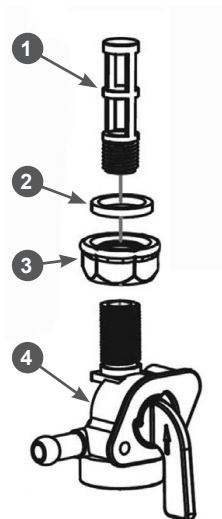

Рис. 16 Устройство топливного крана
В кране топливного бака установлен сетчатый фильтр 1 (Рис. 16). Рекомендуется не реже одного раза в течение 300 работанных часов (или 1 раз в год) производить его очистку. Одновременно с очисткой топливного фильтра необходимо промыть и очистить топливный бак от грязи и конденсата.
2. Открутите контргайку 3 на 1-2 оборота (Рис. 16).
4. Выкрутите из корпуса 4 топливного крана сетчатый фильтр 1 (Рис. 16).